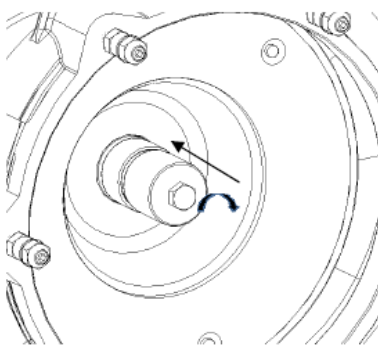

Figura 23: Ajuste do comprimento de trabalho da bucha de montagem
- Agora coloque a bucha e parafuse-a na extremidade do eixo e aperte a bucha com um parafuso sextavado M10x25. (Assim, o comprimento de trabalho do selo mecânico está definido. Isto é essencial para um adequado funcionamento da vedação mecânica (figura 23).